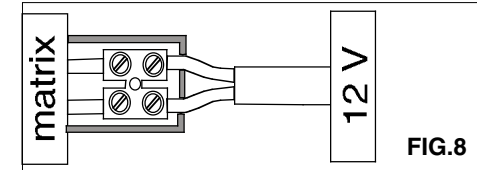

FIG.8
- Insert the ends of the 12V output cable of the transformer into terminal C and tighten the screws FIG. 6B and FIG. 8.
- Insérer les terminaux du câble de sortie 12V du transformateur dans la borne C et avviser les vis FIG. 6B et FIG. 8
- Inserir el cable de salida 12V del transformador en el borne volante del soporte de las dicroicas y atornillar los tornillos FIG. 2B y FIG. 8.
- Inserir los terminales del cable de salida 12V del transformador en el borne C y atornillar los tornillos FIG.6B y FIG. 8
- Den 12V Kabel des Transformators in die Klemme vom Kaltlichtspiegellampensupport einführen und die Schrauben festdrehen FIG. 2B UND FIG. 8
- Die Enden des 12V Ausgangskabel des Transformators in die Klemme C einführen und die Schrauben festdrehen FIG. 6B und FIG.8.